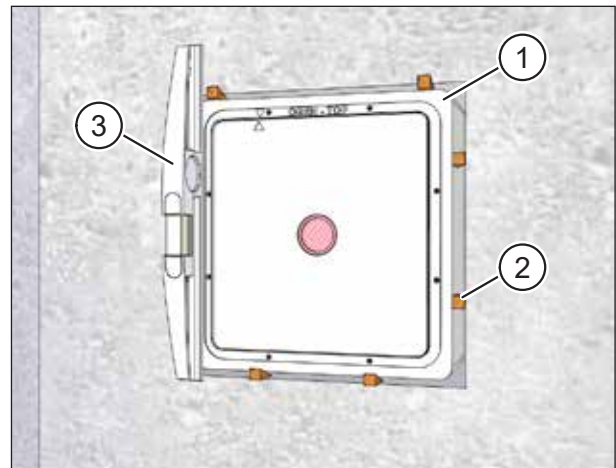

Abb. 15: Mauerkasten fixieren
- ▶ Fixieren Sie den Mauerkasten (Pos. 1 in Abb. 15) an der Innen- und Außen-seite mit Keilen bzw. Luftkissen (Pos. 2 in Abb. 15) im Mauerdurchbruch.
- ▶ Richten Sie mit Hilfe der Wasserwaage (Pos. 3 in Abb. 15) den Mauerkasten lotrecht und bündig zur Wand aus.